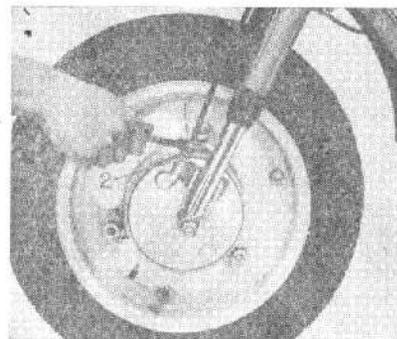

Рис. 9. Регулировка тормоза переднего колеса.
Для регулировки переднего тормоза на диске тормозных колодок установлен упор (рис. 9). При вывертывании упора (1) свободный ход рычага уменьшается, при заворачивании — увеличивается. После регулировки упор кончается гайкой 2.